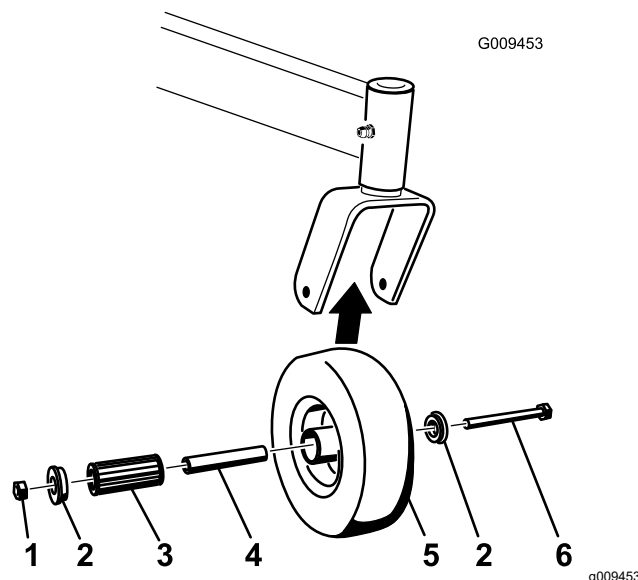

図 57
1. キャスタホイールをキャストフォークに保持しているボルトとロックナットを外す 図 57。
2. ブッシュをひとつ外し、次にスパナブッシュとローラベアリングをハブから外す 図 57。
3. ハブについているもうひとつのブッシュも外し、ハブについているグリスや汚れを除去する 図 57。
注 破損したり磨耗したりしている部品は交換する 図 57。
5. ホイールハブにブッシュを一つ入れる 図 57。
6. ローラベアリングとスパナブッシュにグリスを塗って、ホイールハブに取り付ける 図 57。
7. ハブにもうひとつのブッシュを入れる 図 57。
8. キャスタホイールをキャストフォークに取り付け、ホイールボルトとロックナットで固定する 図 57。
9. スパナブッシュがキャストフォーク内部に当たるまでロックナットを締め付ける 図 57。